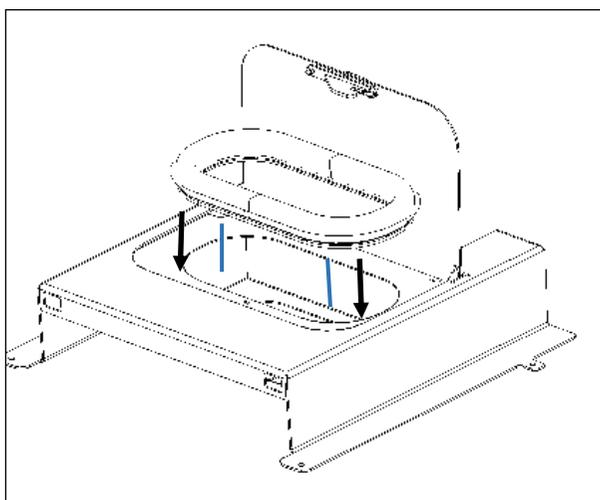

Figura 51 – Guarnizione in gomma posizionata sul coperchio.
d) Posizionare la gomma rimossi al punto C sulla testa superiore giace nel kit 1, come mostrato nella Figura 51 dimostra.